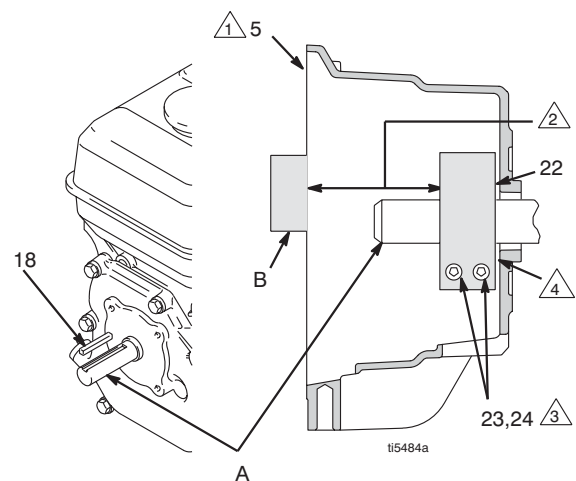

FIG. 10
4. FIG. 10. Afloje los dos tornillos (24) de la abrazadera (22).
5. Introduzca el destornillador en la ranura de la abrazadera (22) y saque ésta.
1. FIG. 10. Instale la chaveta del eje del motor (18)
2. Golpee ligeramente la abrazadera (22) para colocarla en el eje del motor (A). Mantenga la distancia mostrada en la nota 2. El lado biselado debe quedar dirigido hacia el motor.
5. Instale los cuatro tornillos (23) y las arandelas de seguridad (24) y apriételas a un par de 125 in-lb.